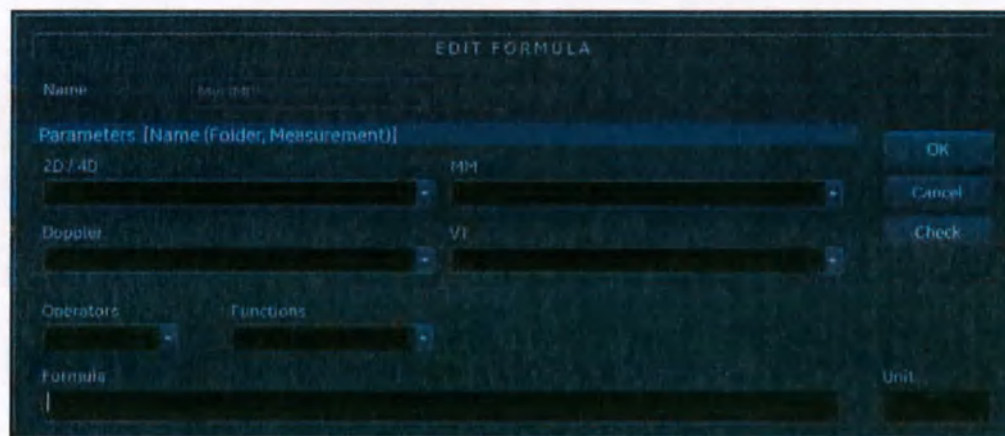

Рис. 7-61. Окно редактирования формулы
1. Составляя формулу, введите единицу измерения, в которой будет отображаться результат расчета по этой формуле. Например, если Y в формуле $Y=f(x)$ должен отображаться в сантиметрах, введите "cm" в поле *Unit* (Единица измерения) (см. Рис. 7-61 на стр. 7-191).